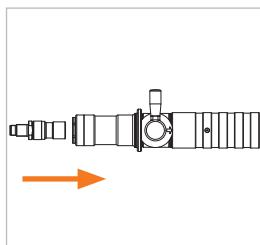

Figure 10
- ▶ Décrochez le nozzle de ravitaillement du distributeur. Le levier de commande (pos. 3) doit être en position OFF.
- ▶ Insérez le réceptacle de service WEH® sur le nozzle de ravitaillement jusqu'en butée et maintenez le nozzle dans cette position (position OFF) (*Figure 10*).